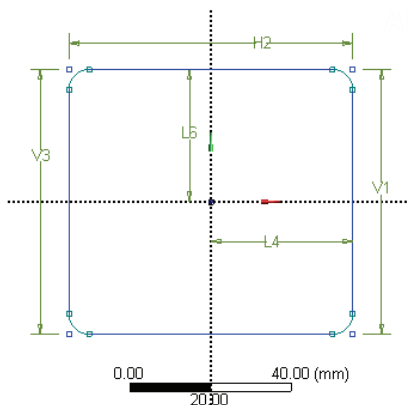

图 3-95 绘制圆角
12) 依次单击四边形的 4 个顶点, 得到的图形如图 3-95 所示。